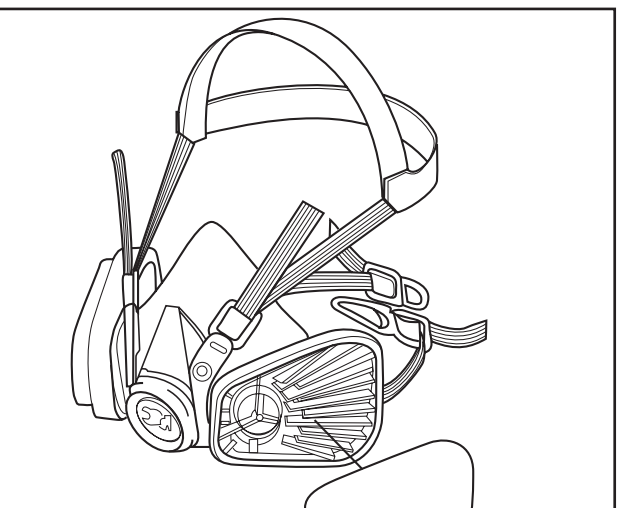

Fig. 6
- Placer le filtre dans le dispositif de retenue 501, en plaçant le texte imprimé sur le filtre face à l'adaptateur 603. Enclencher ensemble et s'assurer que le joint d'étanchéité du filtre est exempt de plis ou de jours (Fig. 6).
- Coloque el filtro en el soporte 501 con la impresión del filtro mirando hacia el adaptador 603. Abrazchelos y asegúrese que el sello del filtro no esté arrugado o tenga espacios (Fig. 6).